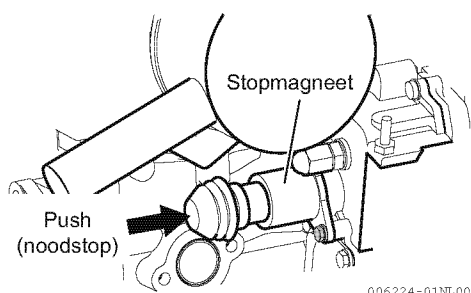

Figure 13
1. Bedien de starter terwijl u in de noodstop-knop **(Figure 13)** op de achterkant van de brandstofpomp indrukt. Dit stopt de brandstoftoevoer.